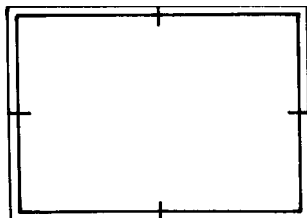

Figura 7 - Marcas de centro
3.4.1 Nas folhas de formatos de série "A" devem ser executadas quatro marcas de centros. Estas marcas devem ser localizadas no final das duas linhas de simetria (horizontal e vertical) à folha (ver Figura 7).